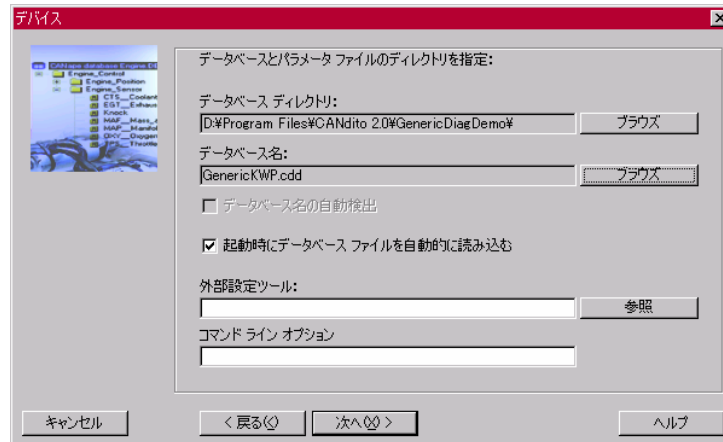

図 10 デバイス設定ダイアログ 4
6) 表示された、ダイアログ (図 10 デバイス設定ダイアログ 4) 内で必要な設定を行い、[次へ] ボタンを押します。